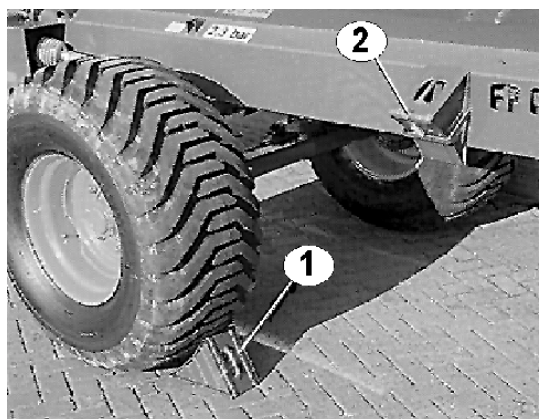

Fig. 15
- Retirez les sabots d'arrêt, posez les sabots dans leur support sur le châssis (Fig. 15 /2) et verrouillez les sabots.